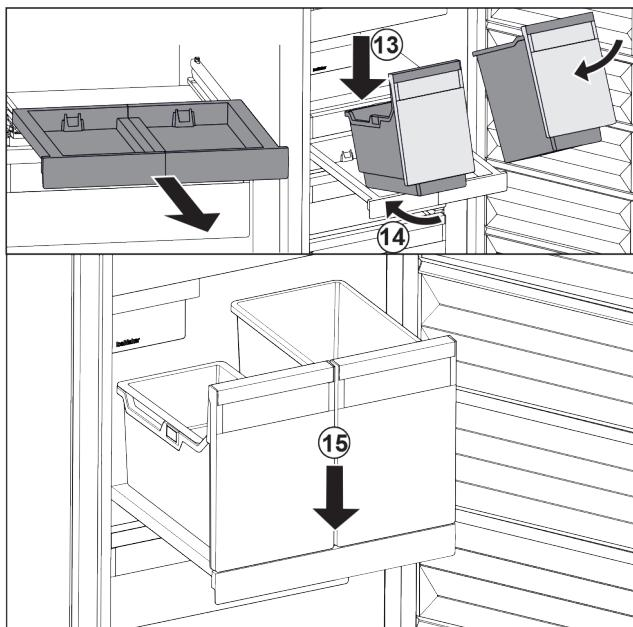

Fig. 105
- 将容器斜放在拉出式搁板上。 Fig. 105 (13)
- 将容器斜着向后推入。 Fig. 105 (14)
- 放下容器前部。 Fig. 105 (15)